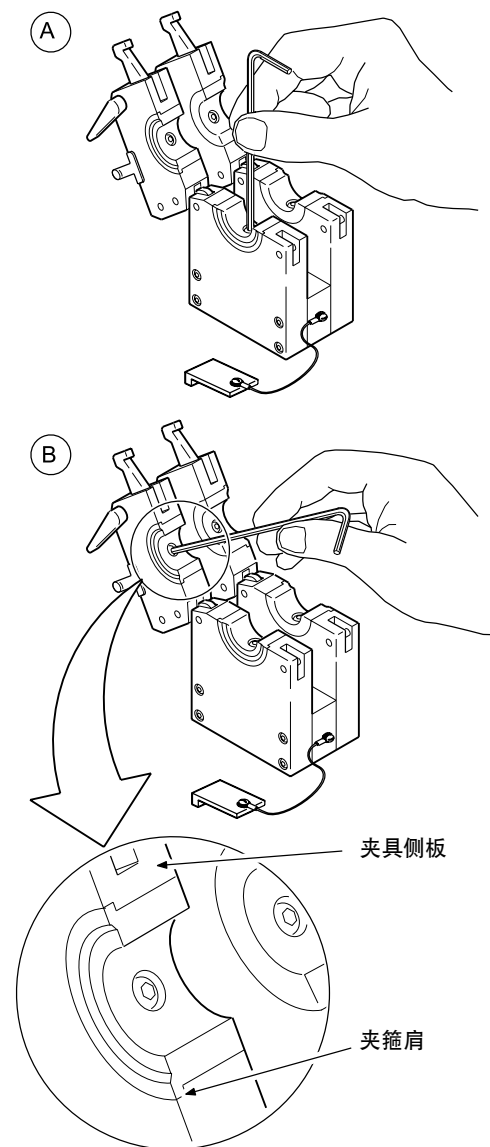

图 13 安装夹箍
2. 把夹箍的两半分别安装在上下侧板内, 拧紧夹箍螺钉。确保夹箍肩与夹具侧板平齐。参考图 13(B)。